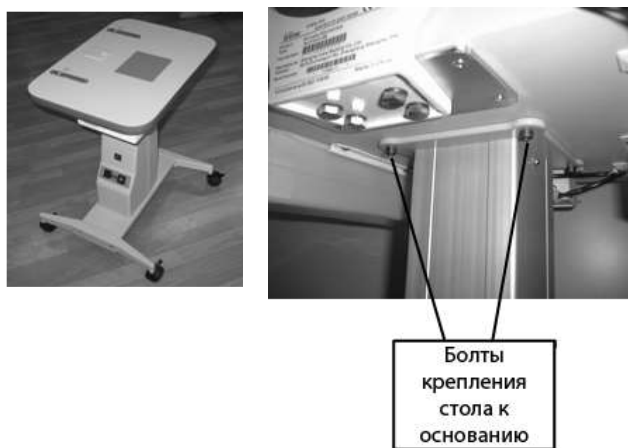

Рис. 2.2.2
5. Поднимите рабочий стол, совместите отверстия для болтов с соответствующими отверстиями основания прибора (Рис. 2.2.2).
6. Опустите рабочий стол на основание, так чтобы блок питания был обращен к оператору, надежно затяните болты гаечным ключом (Рис. 2.2.2).